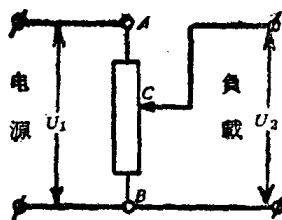

图 2-1
1. 分压器电路 (参看图 2-1): 当直流电源电压 U_1 一定, 而要改变负载电压 U_2 时, 可以利用分压器电路。分压器本身就是一个变阻器, 从它的三个端子上引出四根线, 两个固定端 A 、 B 引两根线与电源相接, 由可动端 C 和某一个固定端 (例如 B) 再引两条线接向负载。当 C 点移近 B 点时, U_2 减少。当 C 点移到 A 点时, $U_2 = U_1$ 。因此, 当触头 C 移动时, U_2 可以由零均匀地增加到 U_1 。